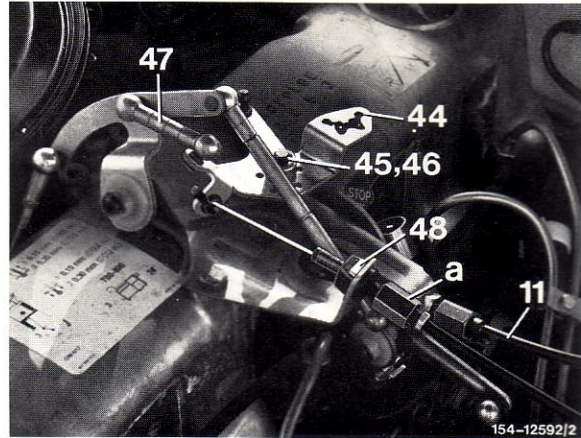

Bild 7
19 Regulierhebel (44) mit den Teilen (45 und 46) montieren (Bild 7).
20 Verbindungsstange (47) nach Bild 7 montieren.